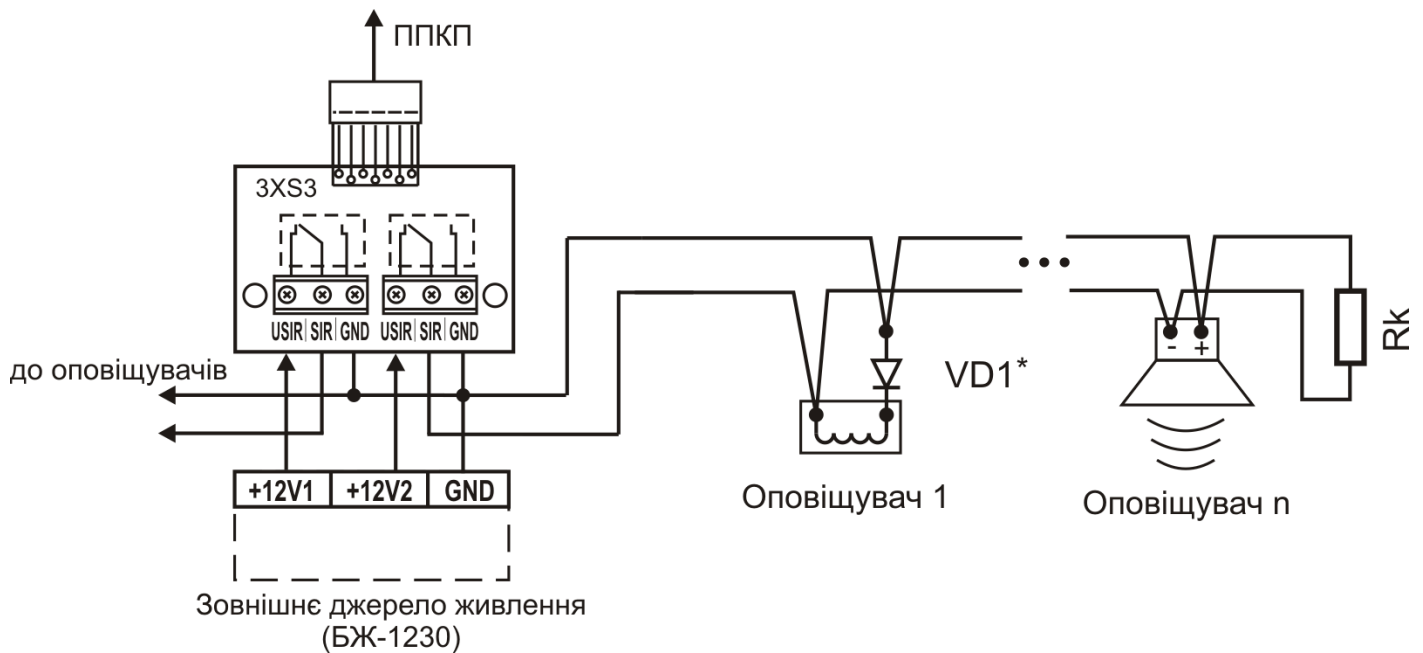

Рисунок 2 – Підключення МРЛ-2.2.
3.1 Модуль за допомогою з'єднувача ЗХS3 (рис. 2) підключається до ППКП та закріплюється в його корпусі (див. паспорт на відповідний ППКП). Призначення клем МРЛ-2.2 наведено в табл. 3.